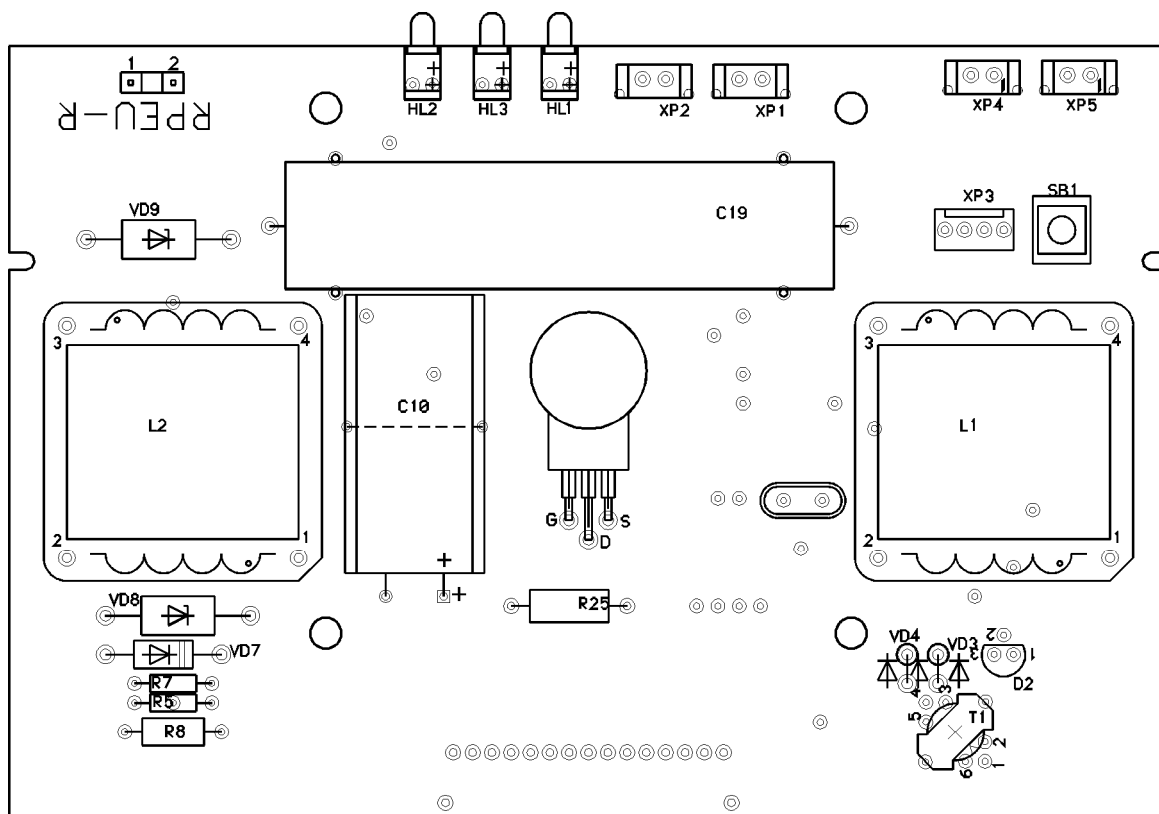

Рисунок 9
На блоке выделения дистанционного питания RPEU-R перемычками задать выделяемое напряжение **65 В** (см. рисунок 9 и п.2.5.2).
2.5.2.3 Выделяемое напряжение можно проконтролировать между контактами 3 и 4 на индуктивностях L2 и L1 соответственно. (см. рисунок 9).